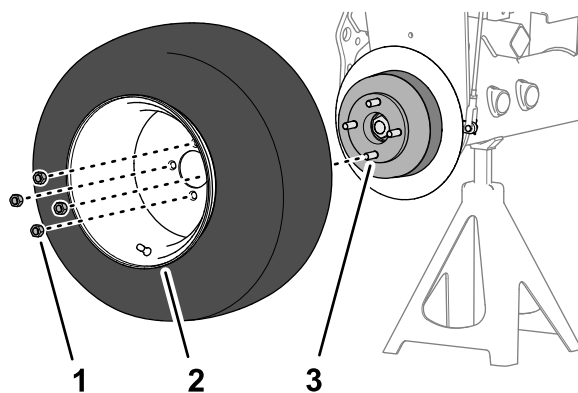

Figura 63
1. Rimuovete i 4 dadi a staffa che fissano la ruota anteriore al mozzo e rimuovete la ruota (Figura 63).